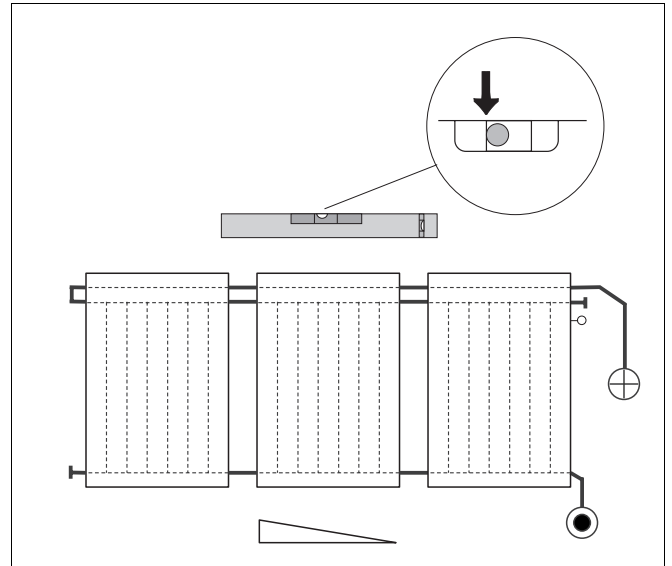

Abb. 33 Flachdachständer für DBS-Komplettstationen ausrichten
- **DBS-Komplettstationen:** Flachdachständer müssen mit leichtem Gefälle (ca. 0,5%) zur hydraulischen Anschlussseite ausgerichtet sein. Ein ausreichendes Gefälle liegt etwa vor, wenn die Luftblase mit der seitlichen Libellenmarkierung abschließt (Abb. 33).